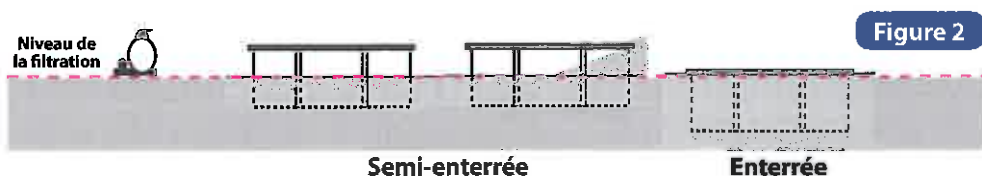

Figure 2
- Décapez votre terrain selon la forme de votre bassin et figure 2.